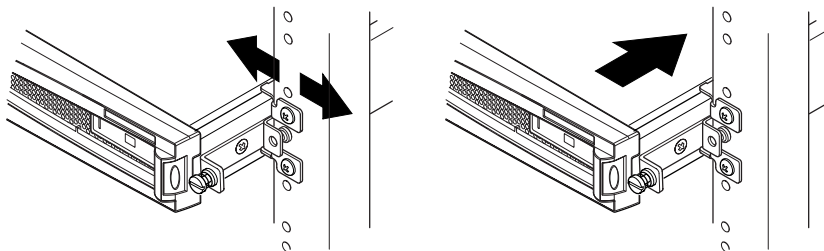

图 5-8 调节滑板安装固定头，将服务器用螺钉拧紧到机架中
8. 对准服务器，使服务器侧面的翼形螺钉插入机架的滑板安装固定头（请参见图 5-8）。必要时可调节滑板安装固定头，以正确对准服务器。可以用手指拧紧翼形螺钉容易地完成该工作。